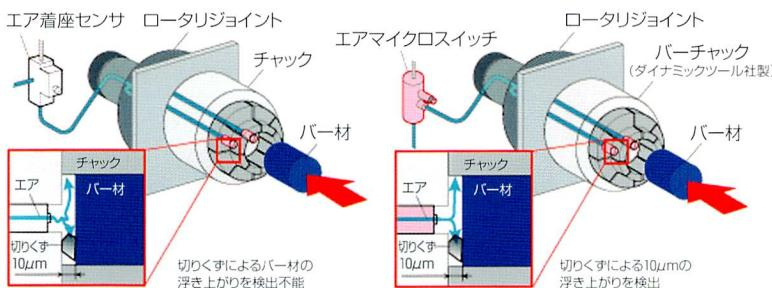

図2 NC自動旋盤におけるバー材の浮き上がり検出
- NC自動旋盤のチャックとバー材の浮き上がり検出(図2):切りくずの挟み込みによる、チャックとバー材の10µmの浮き上がりを検出(ダイナミックツール社のパームチャックとの同時使用例)。